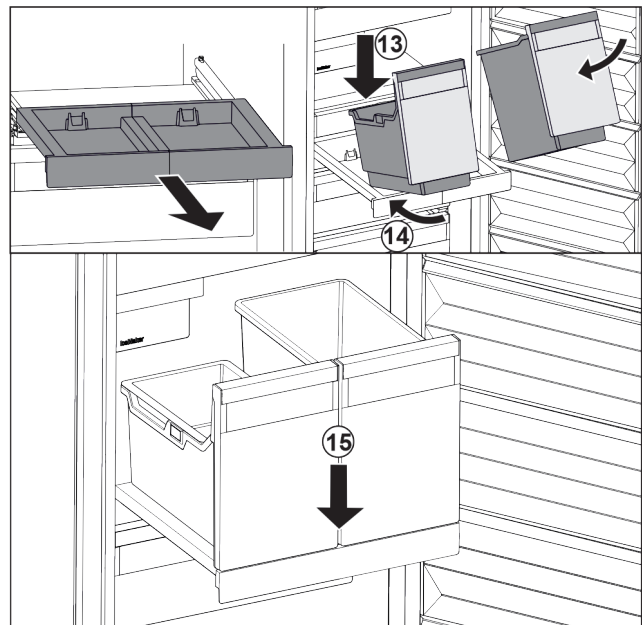

Fig. 39
- ▶ Bak schuin op het uitschuifplateau plaatsen. Fig. 39 (13)
- ▶ Bak er schuin naar achteren inschuiven. Fig. 39 (14)
- ▶ Bak aan voorzijde neerzetten. Fig. 39 (15)